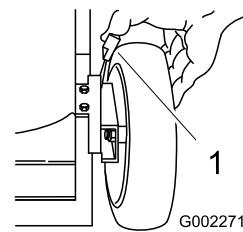

Figure 21
- Tirez le levier de réglage de hauteur vers la roue (Figure 21) et amenez-le à la position voulue.